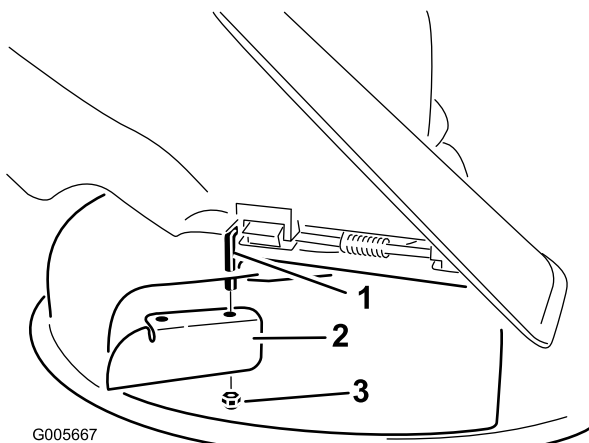

Figure 27
- Montez le déflecteur d'ouverture sur la tige de pivot exposée (Figure 27). Utilisez l'écrou mince (3/8 pouce) existant pour fixer le déflecteur au plateau de coupe.